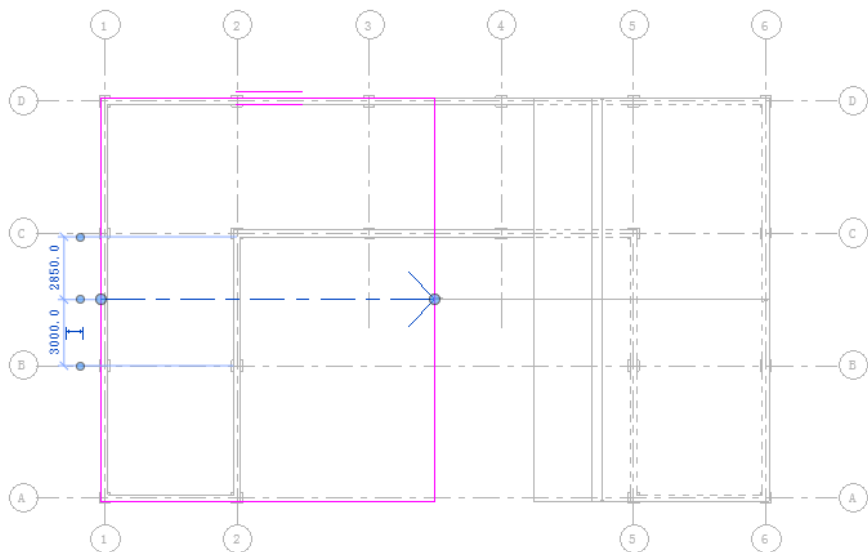

图 11-19 绘制坡度箭头
(11) 单击“绘制”面板中的“坡度箭头”按钮和“线”按钮, 捕捉边界线的中点绘制坡度箭头, 如图 11-19 所示。坡度箭头必须始于现有的绘制线。